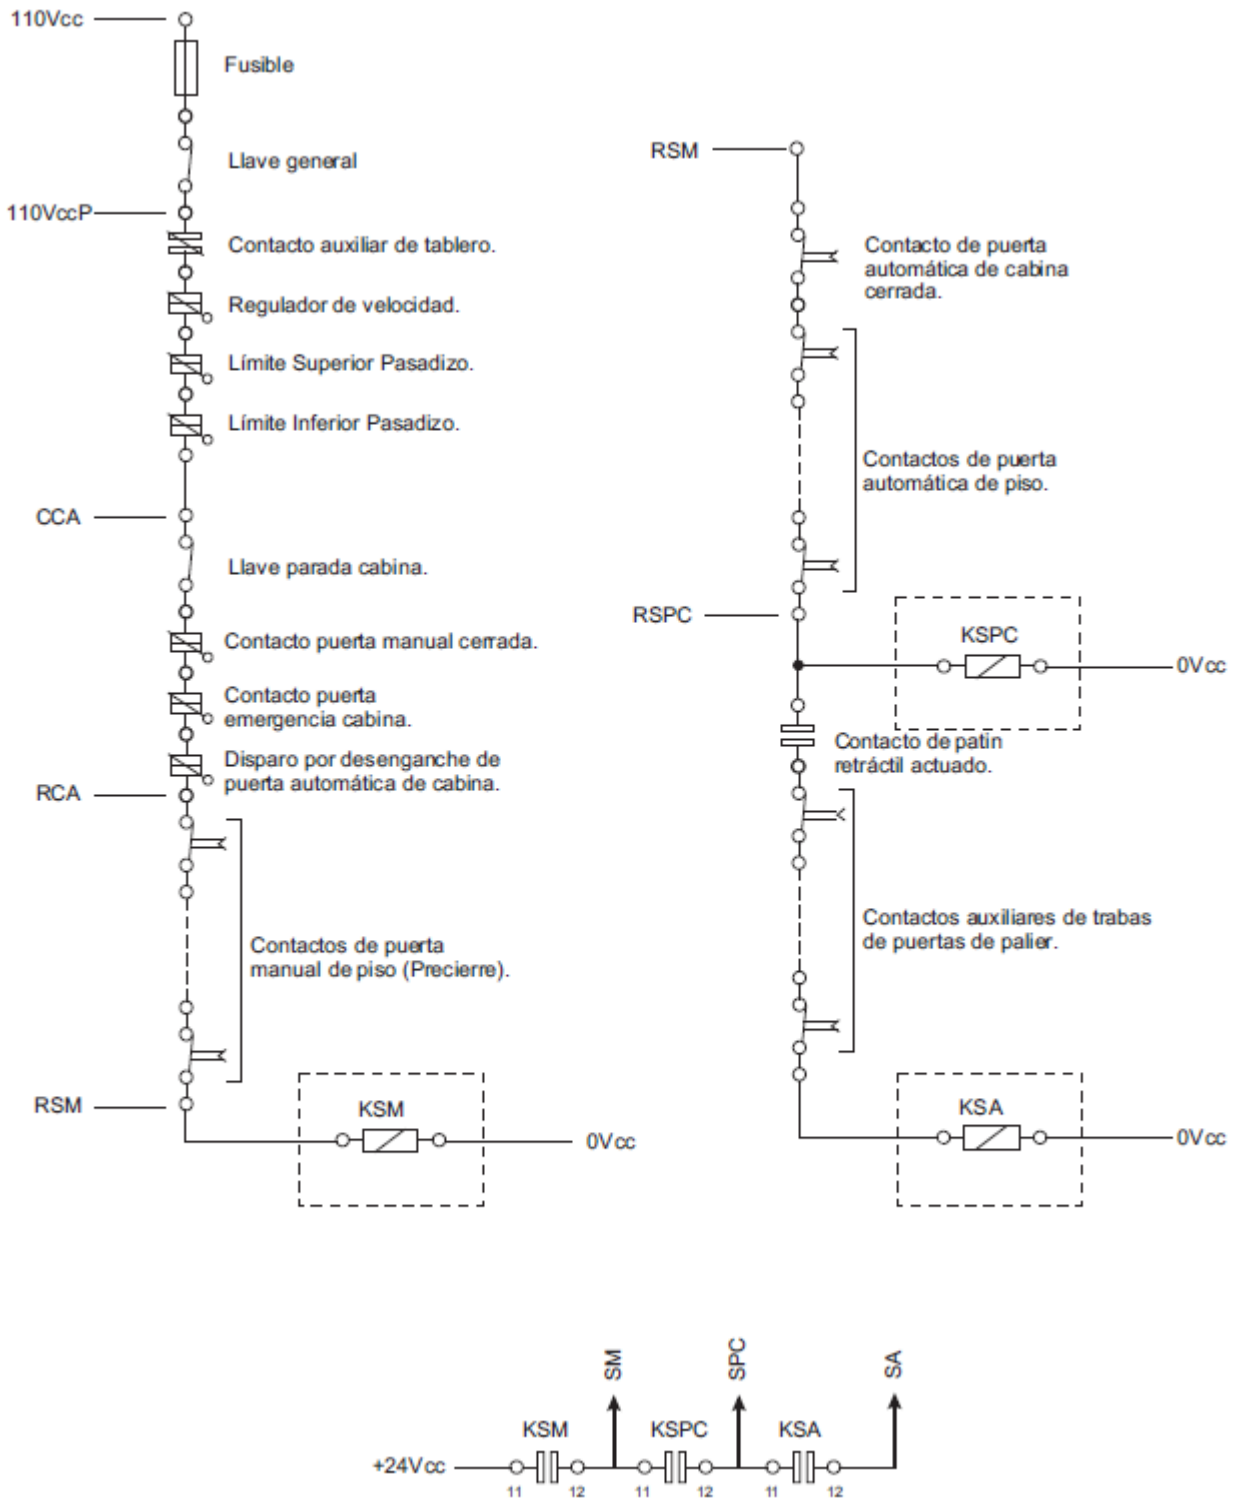

Figura 2
**Se pueden usar relés testigo para facilitar el conexionado, acotar la resistencia de la serie total, aislar los circuitos de potencia de los de electrónica, eventualmente cambiar los niveles de tensión (ver Figura 2).**